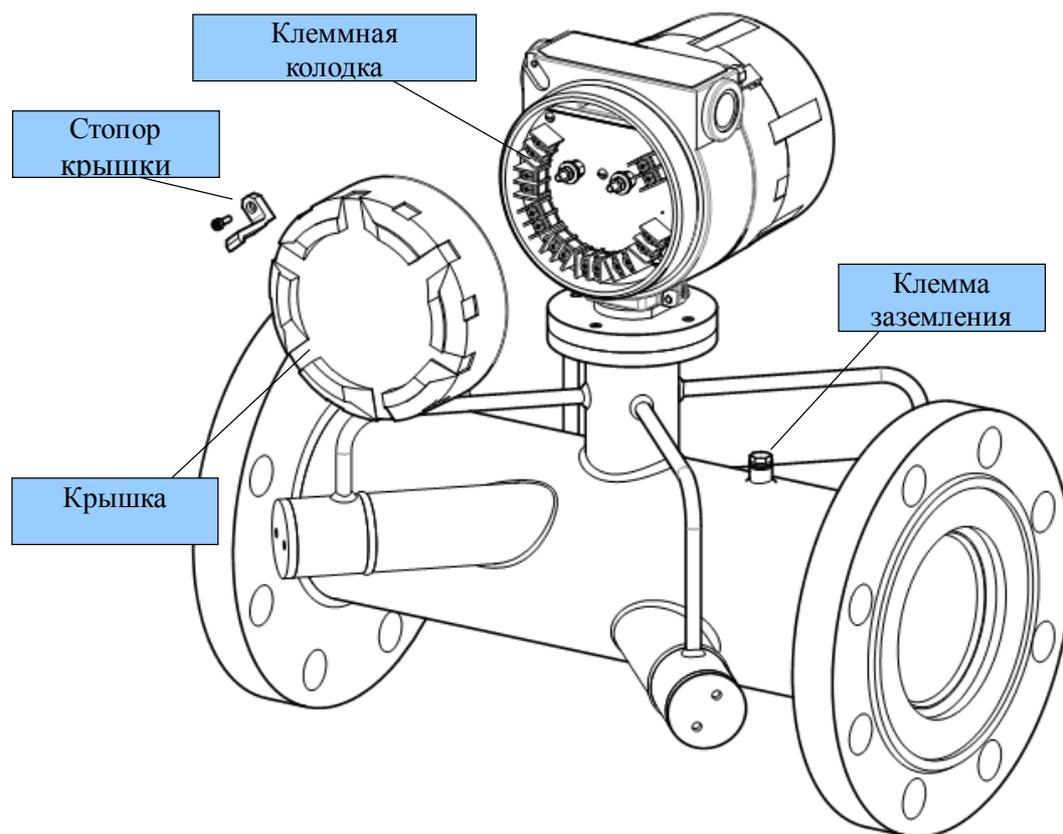

Рисунок 2.1. Подключение кабелей к ДРУ.
1. Открутите винт стопора крышки и снимите стопор (см.Рисунок2.1);
8. Если кабели помещены в металлические кабелепроводы, присоедините провода заземления кабелепроводов к клемме заземления на корпусе датчика (Рисунок2.1).